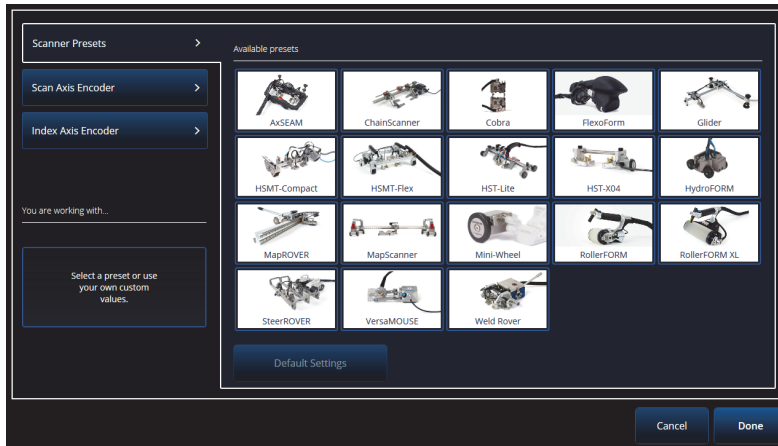

Figure 5-1 Liste des scanners prédéfinis
2. Sélectionnez **Scan > Inspection > Encoders** (Balayage > Inspection > Codeurs) pour accéder à l'écran de configuration du codeur et régler les paramètres selon vos spécifications (Figure 5-1 à la page 212). Vous pouvez utiliser un scanner prédéfini ou modifier les paramètres de l'axe à partir de ce menu.